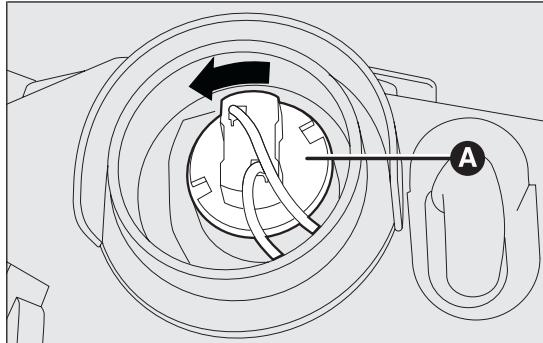

Abb. 111
- Den Lampensockel A Abb. 111 gegen den Uhrzeigersinn drehen und herausziehen;